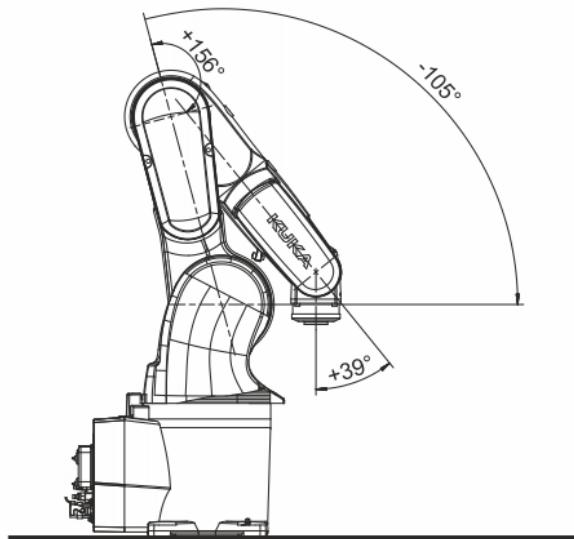

Abb. 11-1: Transportstellung
3. Roboter in Betrieb nehmen und in Transportstellung verfahren (>>> Abb. 11-1).